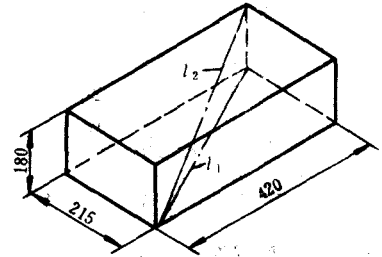

图 1-8 长方体
7. 如图 1-8 所示长方体,宽 215mm,长为 420mm,高为 180mm,试求底面对角线 l_1 和空间对角线 l_2 。